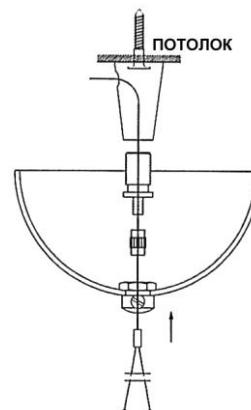

Рис. 6
- Протяните Y-образную проволоку через детали B3, B2 и B1 как показано на рис. 6.